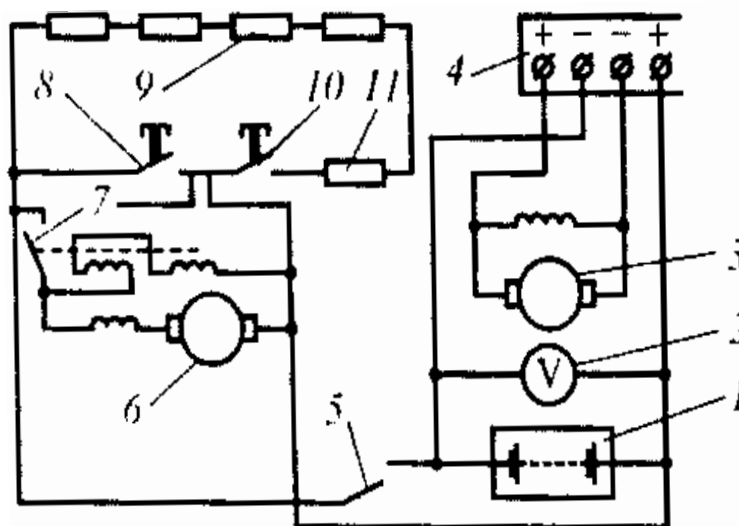

Рисунок 5 Принципиальная схема двухпроводной электрической системы пуска дизеля
5) Какой элемент обозначен под цифрой 1 электрической схемы системы пуска дизеля (рисунок 5)?